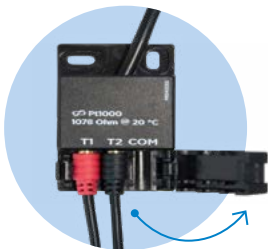

Abb. 6. Klemmblock der Sensoren T1 und T2.
- Anschließend mit dem im Set enthaltenen Klemmblock gemäß Abb. 6 verbinden.